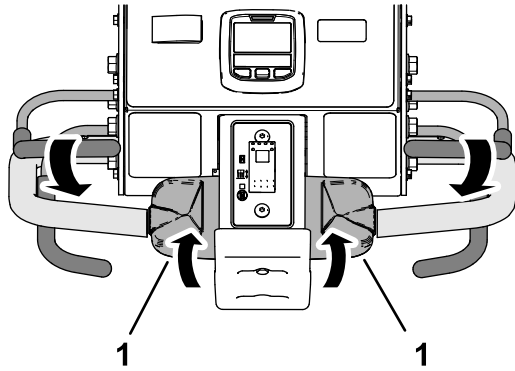

图 97
3. 抓住手把的操作员到位把手向后缓慢旋转牵引控制装置的顶部图 97。